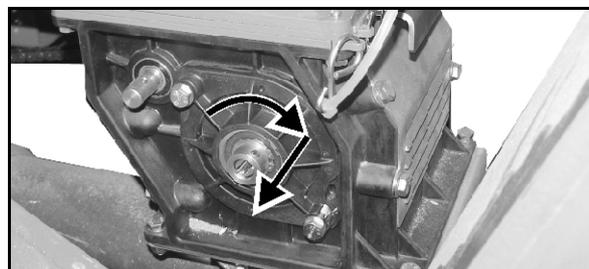

Fig. 72
4. Den Lagerdeckel (Fig. 72) verdrehen und abziehen.